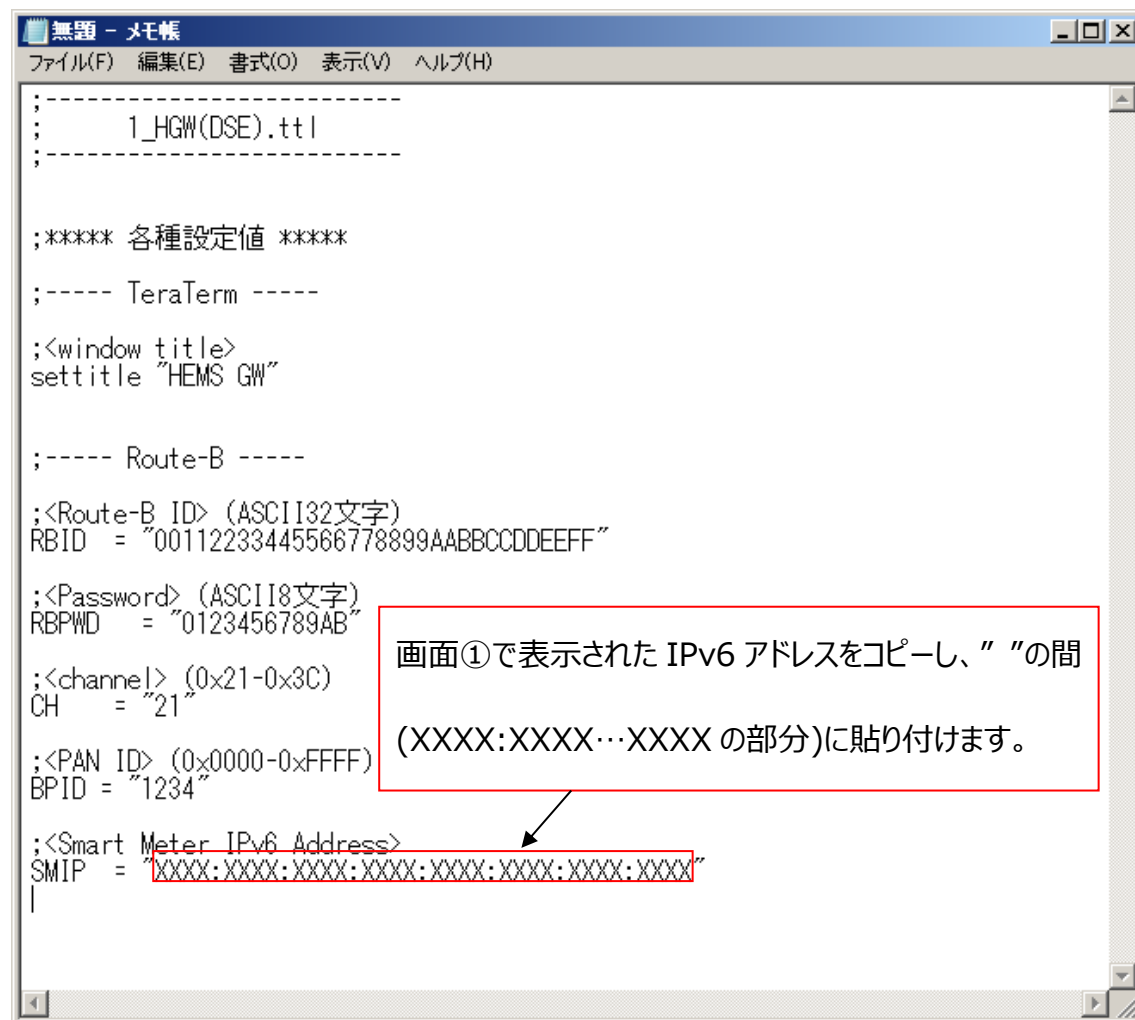

図 7 : 「1_HGW(DSE).ttl」のスマートメータの IPv6 アドレスの置換箇所
HEMS GW 側の通信相手はスマートメータです。先ほどと同様に、画面①で表示されたスマートメータ側の IPv6 アドレスをコピーし、“ ”の間 (XXXX:XXXX…XXXX の部分)に貼り付けます。(図 7)